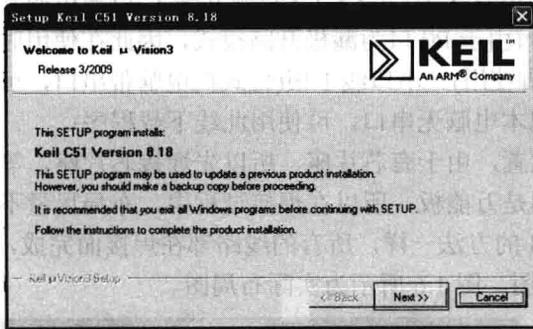

图 1.7 Keil 软件安装过程图 A
(1) 双击安装文件 C51V818.exe, 在弹出的对话框中, 单击“Next”按钮, 如图 1.7 所示。